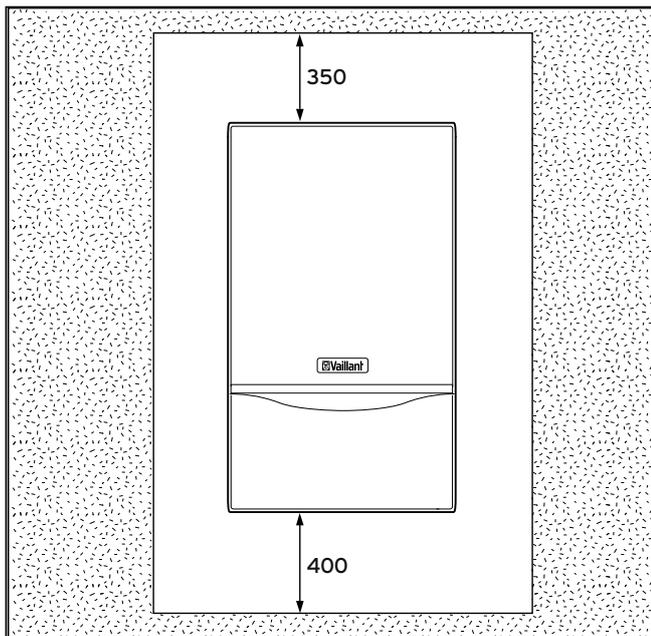

Fig. 4.3 Distances minimales requises/espaces libres pour le montage
- Si vous utilisez des accessoires, conformez-vous bien aux distances minimales et aux espaces libres pour le montage (→ fig. 4.3).